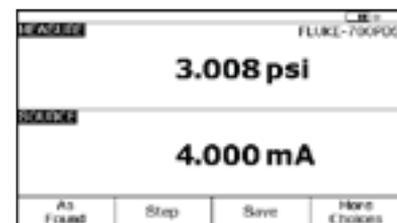

Figura 15.
5. A continuación, pulse una vez el botón "MEAS/SOURCE" (Medir/Generar) para acceder al modo de pantalla dividida (Figura 15).